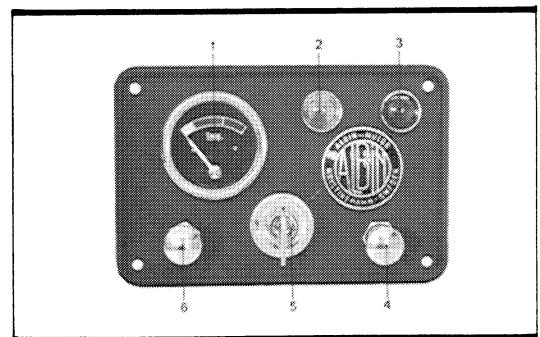
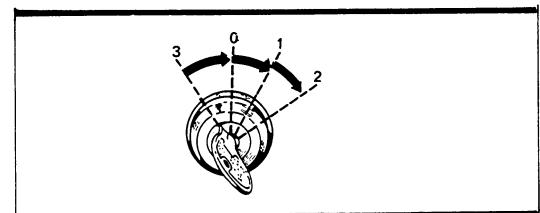

Fig. 5 Instrumenttavla
Fig. 6 Start- och tändningsnyckel
- 2 Vrid startnyckeln medurs till läge 1 (se fig 6) och kontrollera att varningslamporna för oljetryck och laddning lyser (se fig 5 pos 2 och 3).
- 3 Tryck in nyckeln och vrid medurs tills startmotorn kopplas in (se fig 6 läge 2). Håll nyckeln kvar i detta läge tills motorn startat och
På elstartad motor kontrolleras att varningslamporna för lågt oljetryck och laddningsfel ej lyser (gul respektive röd lampa - se fig 5). Några minuter efter start skall normal driftstemperatur ha uppnåtts (indikering inom gröna fältet på temperaturmätaren).
2 Vrid tändningsnyckeln moturs över läge 1 till 0-läget (se fig 6).
OBS! Tändningsnyckeln får ej under någon längre tid (då motorn ej köres) stå i läge 1 (fig 6) – tändspolen kommer då att skadas.